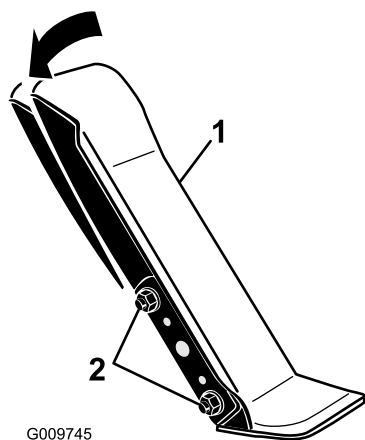

図 71
1. 走行ペダルの左側をブラケットに固定しているナットとボルト（各2）をゆるめる（図 71）。
2. 走行ペダルを希望の角度に調整しナットで固定する（図 71）。